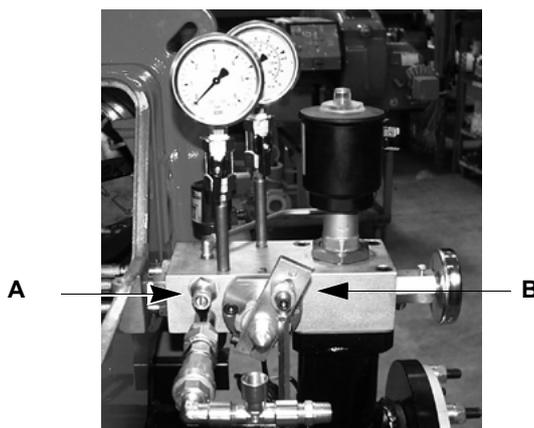

Рис. 16
- Снять и почистить регулятор сжатого воздуха, **A** на Рис. 16.
- Снять и почистить регулятор мазутного топлива, **B** на Рис. 16.